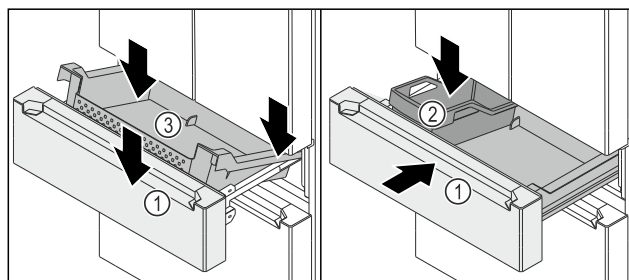

Fig. 149
- Izvlečni voziček Fig. 149 (1) je izvlečen.
- ▶ Posodo Fig. 149 (3) zadaj namestite na vodila desno in levo.
- ▶ Posodo Fig. 149 (3) spredaj spustite tako, da posoda Fig. 149 (3) desno in levo obkroža vodila.
- ▶ Vstavite FlexBox Fig. 149 (2).
- ▶ Vstavite izvlečni voziček. Fig. 149 (1)